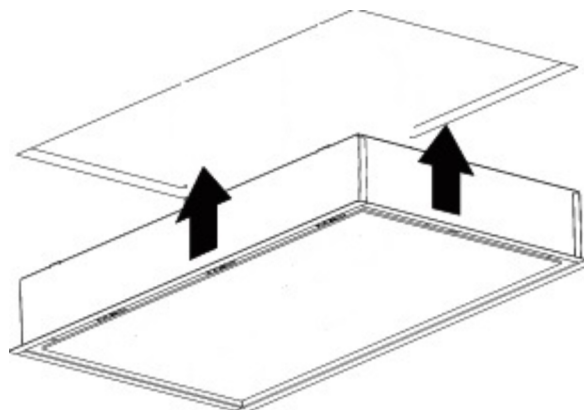

Fig. 13
3. ➤ Produktet skal nu skubbes op i hullet (Fig. 13).